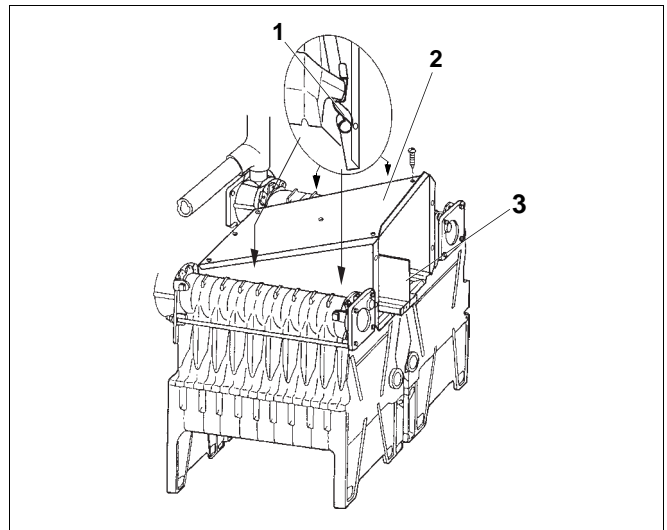

Fig. 36 Poser les ressorts
- Positionner le couvercle de nettoyage (fig. 36, **pos. 2**) et le visser sans serrer avec les vis en laiton M6 x 16 et les rondelles à la cloison de séparation (fig. 36, **pos. 3**) et aux faces latérales.
- Introduire les quatre ressorts (fig. 36, **pos. 1**) entre les faces latérales et le corps en fonte. Les faces latérales devraient désormais reposer sur la limite intérieure de la rainure. Les ressorts servent à la stabilisation du collecteur de fumées et à l'étanchéité entre le bloc chaudière et le collecteur de fumées.
- Serrer toutes les vis à la cloison de séparation (fig. 36, **pos. 3**).